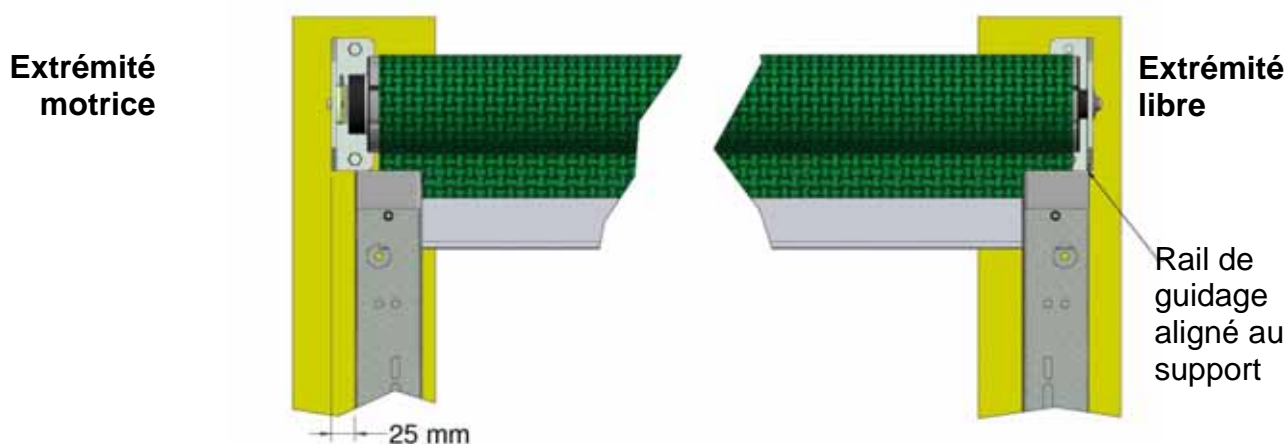

Figure 9a, Positionnement du rail de guidage
8. Les rails de guidage doivent être positionnés afin que le rail de guidage de l'extrémité libre soit aligné au support mural (E1) et que le rail de guidage de l'extrémité motrice soit décalé de 20 mm du support du moteur (F1), comme indiqué par la figure 9a. L'extrémité coupée des rails de guidage doit être positionnée à côté des supports muraux.